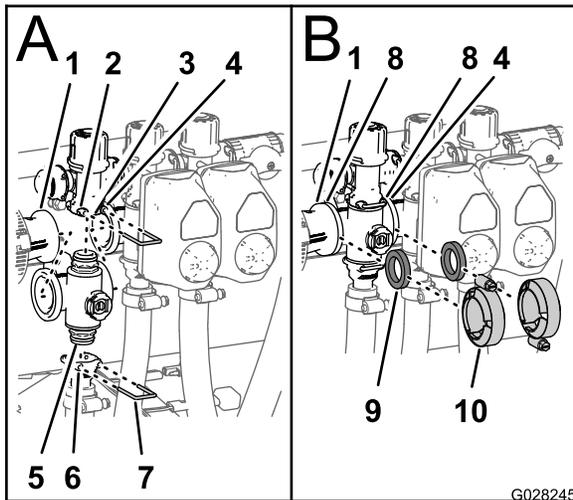

Figura 78
- Insira o encaixe do tampão superior da válvula do coletor no encaixe da distribuição (A de Figura 78).
- Prenda a união do tampão à união da distribuição ao inserir uma fixação na entrada da união da distribuição (A de Figura 78).
- Monte a união de saída na união do tampão inferior da válvula do coletor (A de Figura 78).
- Prenda o encaixe do tampão ao encaixe de saída ao inserir uma fixação na entrada do encaixe de saída (A de Figura 78).
- Alinhe uma junta entre as flanges do acoplador de redução e do coletor da válvula de secção (B de Figura 78).
- Monte o acoplador de redução, junta e coletor da válvula de secção com um grampo bem apertado à mão (B de Figura 78).
- Se instalar as 2 válvulas de secção mais à esquerda, alinhe uma junta entre as flanges dos 2 coletores da válvula de secção adjacentes (B de Figura 78).
- Monte os 2 coletores da válvula de secção adjacentes e a junta com um grampo bem apertado à mão (B de Figura 78).